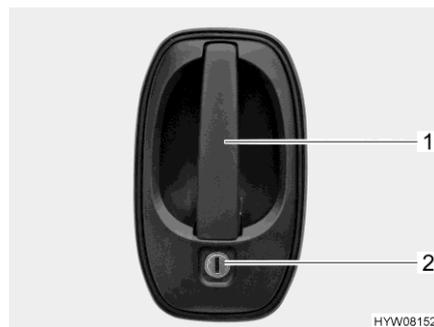

Fig. 28 Serratura della porta (porta conducente/porta di ingresso, lato esterno)
- Inserire la chiave nel cilindro della serratura (Fig. 28,2) e ruotare fino a quando la serratura della porta si sblocca.
- Tirare la maniglia della porta (Fig. 28,1). La porta è aperta.
- Inserire la chiave nel cilindro della serratura (Fig. 28,2) e ruotare fino a quando la serratura della porta si blocca.